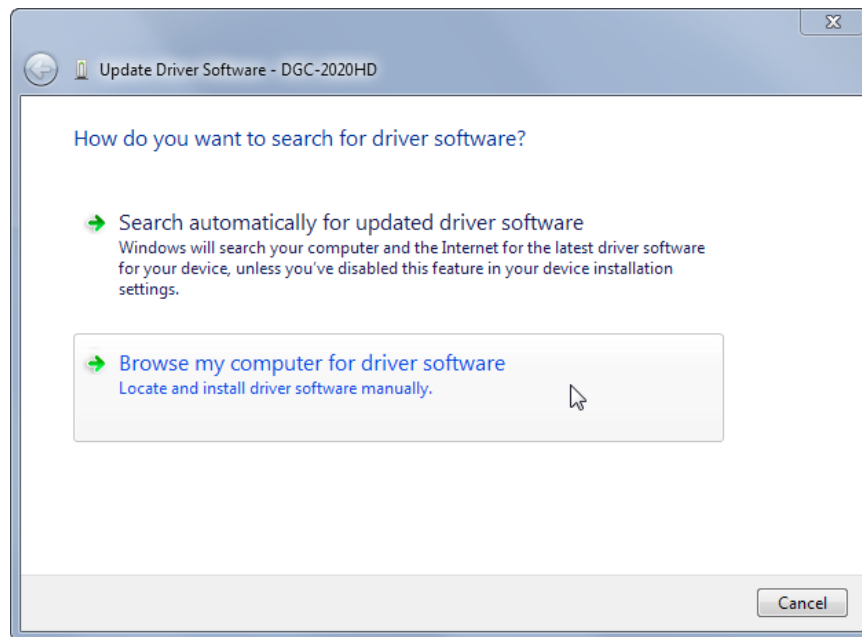

Figure 24-4. Mise à jour du pilote logiciel - DGC-2020HD
Étape 4. Sélectionnez Parcourir mon ordinateur pour le pilote logiciel comme illustré dans la Figure 24-4.